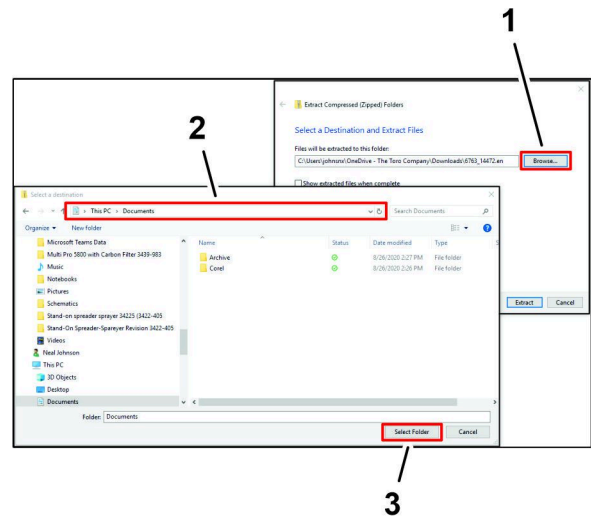

図 35
2. 圧縮ファイルの抽出ダイアログ ボックスで、ブラウザボタン (図 35) をクリックする。